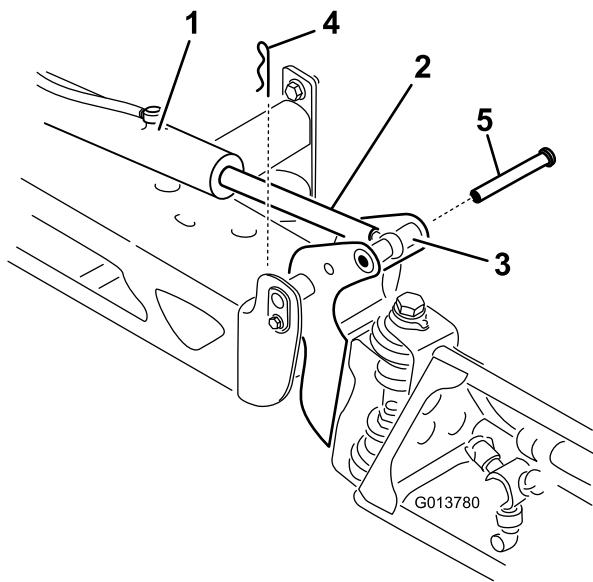

Bild 74
2. Nehmen Sie den Splint vom Lagerbolzen ab (Bild 74).
3. Heben Sie den Ausleger an und entfernen Sie den Stift (Bild 74). Senken Sie den Ausleger langsam auf den Boden ab.
8. Heben Sie den Ausleger an, um das Scharnier mit der Aktuatorstange auszufluchten. Halten Sie den Ausleger fest und stecken Sie den Stift durch das Auslegerscharnier und die Aktuatorstange (Bild 74).